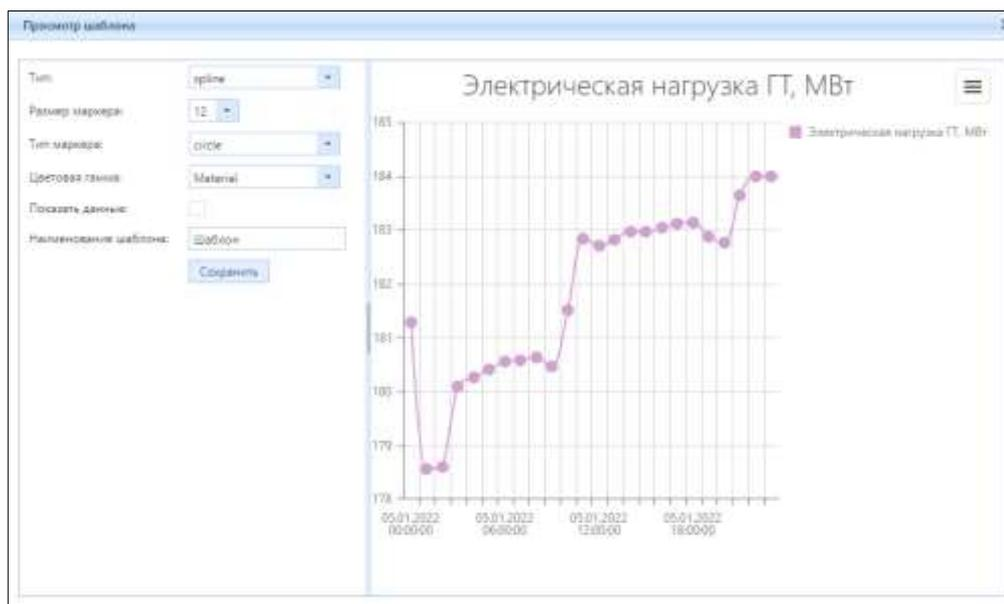

Рисунок 3.5.6 – Шаблон визуализации данных по выбранному параметру в отчете
б) функциональность «Анализ данных» позволяет выводить график по значениям выбранного параметра колонки Формы отчета (рис. 3.5.6) и показывать данные по значению выбранного параметра.
При нажатии на кнопку (6) «Показать данные» (рис. 3.5.4) выводятся значения выбранного параметра в отдельное окно (рис. 3.5.6).